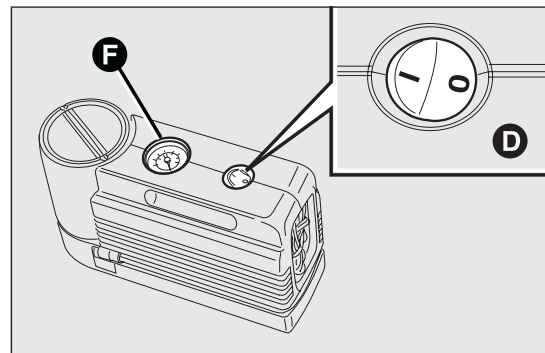
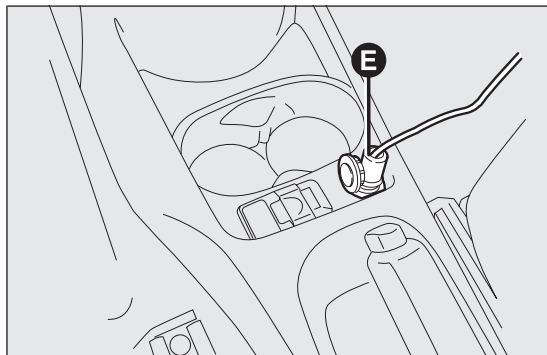

РИС. 105
РИС. 106
- убедиться, что выключатель D РИС. 105 компрессора находится в положении 0 (выключено), запустить двигатель, вставить вилку E РИС. 106 в электрическую розетку и включить компрессор путем приведения выключателя D РИС. 105 в положение I (включено). Накачать шину до показателя давления, которое указано в параграфе "Давление в шинах" раздела "Технические данные".
Для получения более точных результатов рекомендуется проверить показатель давления на манометре F РИС. 105 при выключенном компрессоре.